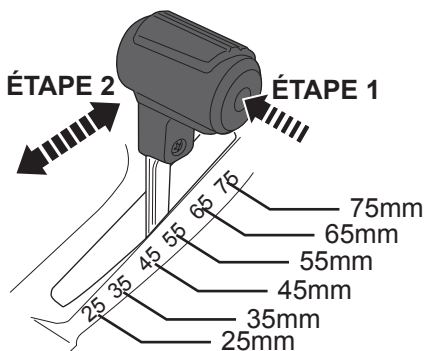

Fig. 14
- > Tirez le levier (12) vers la poignée de transport (13), puis déplacez-le vers l'avant ou vers l'arrière pour ajuster la hauteur de coupe (Fig. 14).